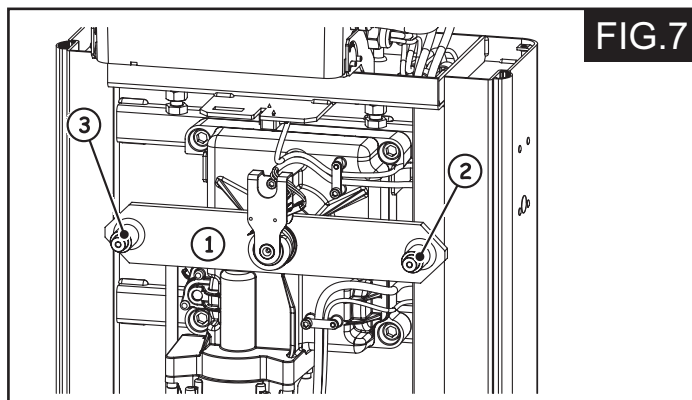

FIG.7
8.- Coloque la barra porta-muelle (Fig. 7 ref. 1), en posición horizontal.
- si el Brazo desciende a la izquierda del armazón el plato debe fijarse en el perno 2 de la (Fig. 7).
- si el Brazo desciende a la derecha del armazón el plato debe fijarse en el perno 3 de la (Fig. 7).